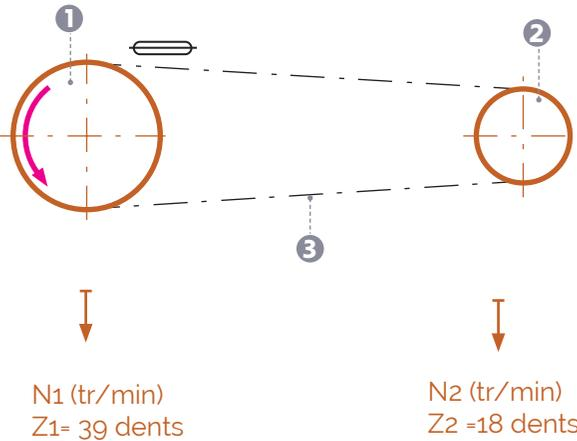

Figure 1
- Indiquez sur le schéma de principe ci-dessus (Figure 1) le sens de rotation de la pièce 8.